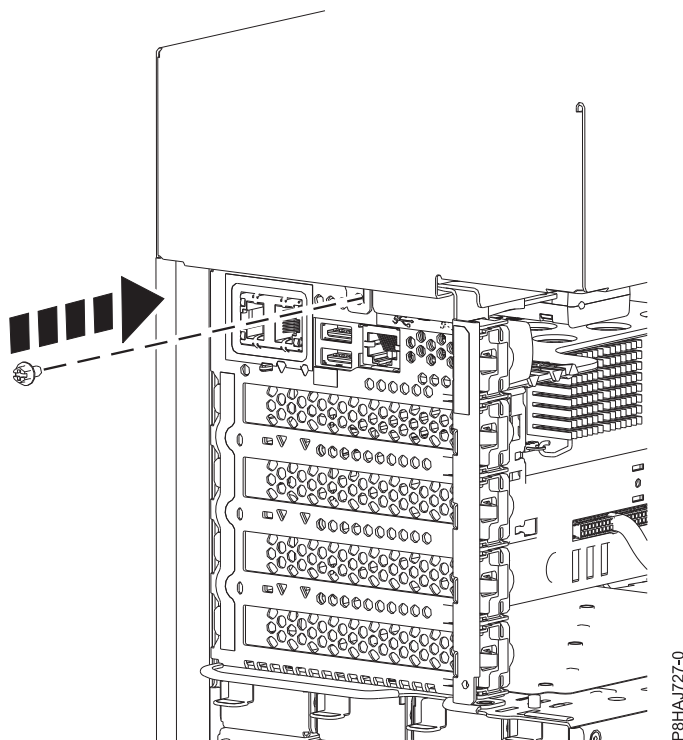

Abbildung 19. Schraube der Seitenabdeckung bei einem Standalone-System vom Typ 8286-41A anbringen
5. Bringen Sie die hintere Schraube der Seitenabdeckung mit einem Kreuzschlitz-Schraubendreher an (siehe Abb. 19 auf Seite 38).